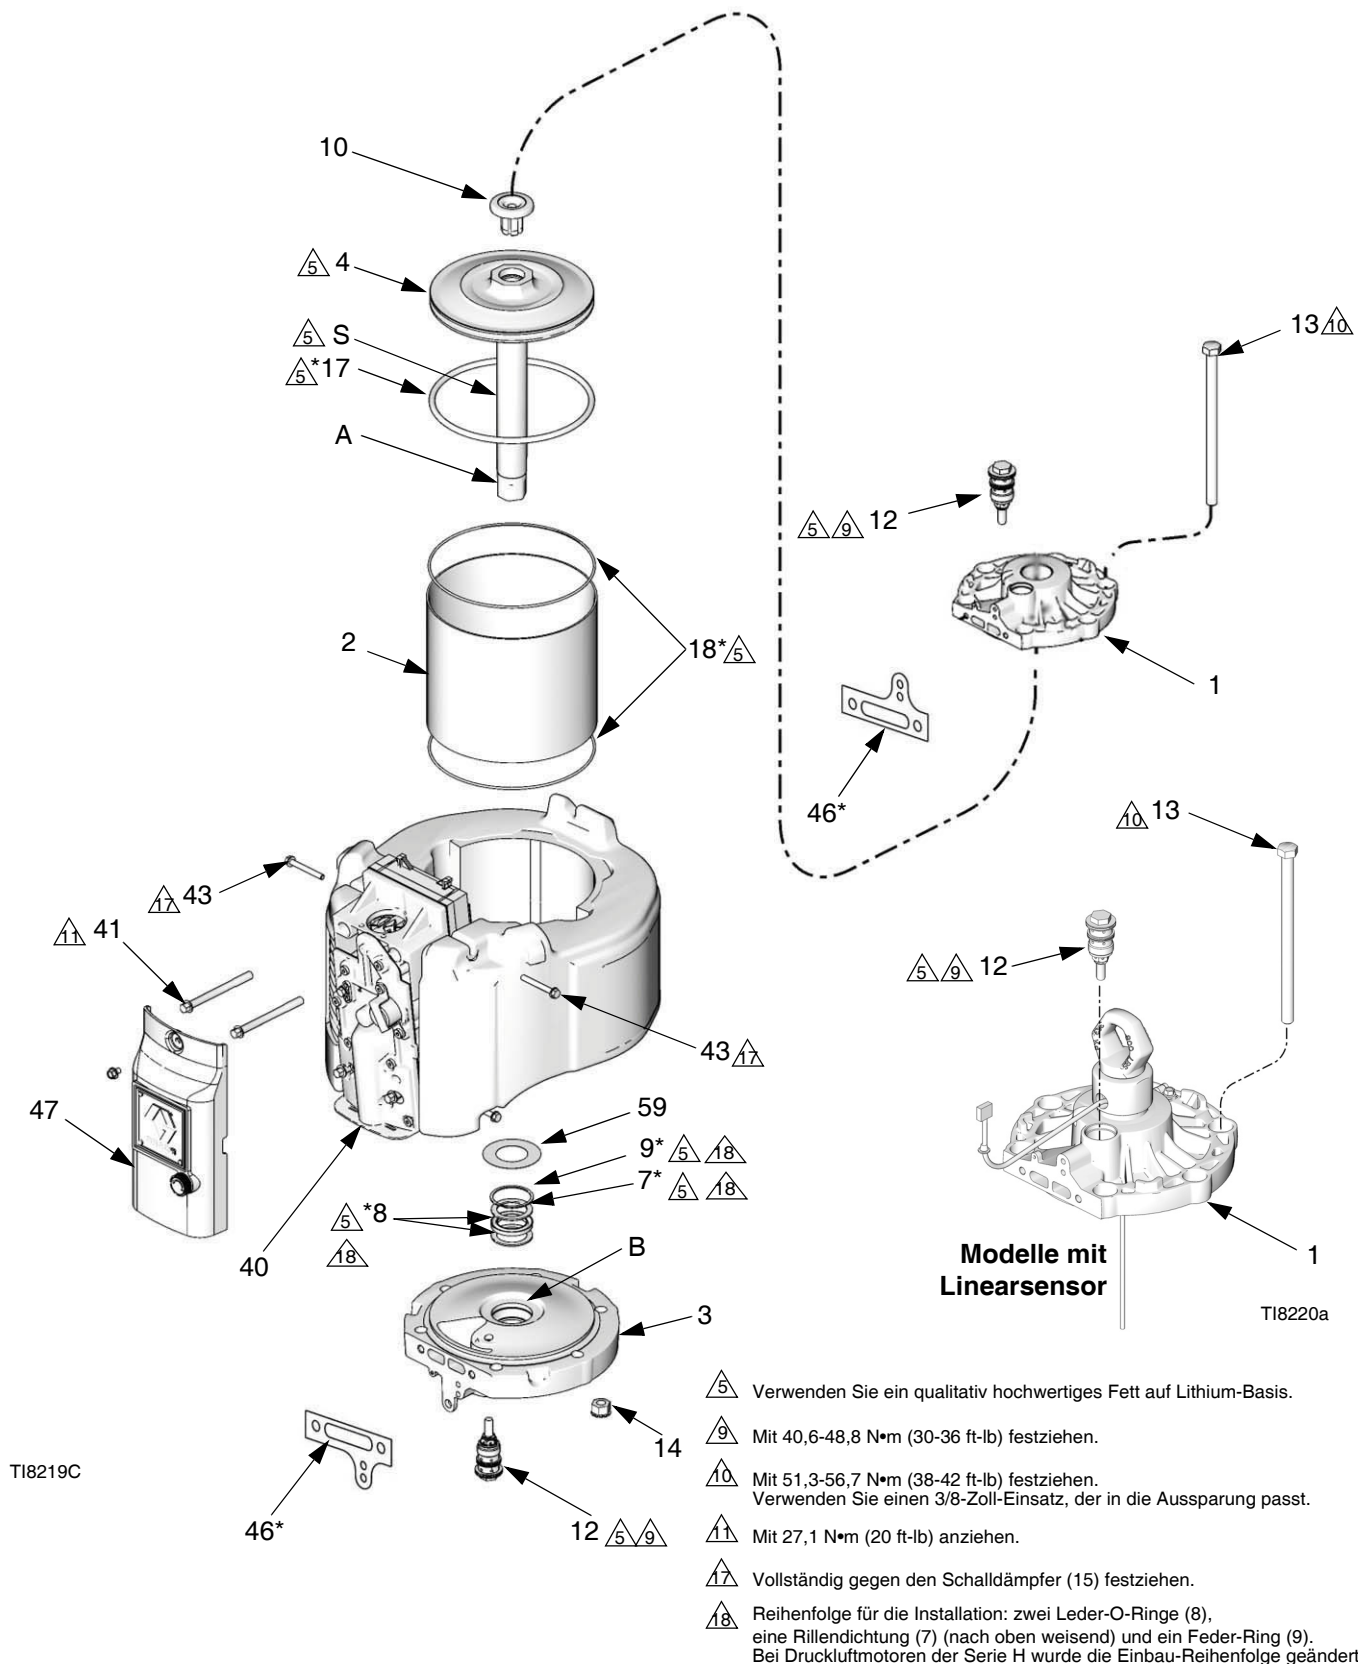

ABB. 12. Reparatur des Druckluftmotors
5. Entfernen Sie die äußere Abdeckung des Ventils (47). Siehe ABB. 12.
6. Die vier Schrauben (43) und den Schalldämpfer (15) entfernen.
7. Die beiden oberen Luftventil-Schrauben (41) entfernen. Die beiden unteren Schrauben (41) lösen, aber nicht entfernen. Wenn Sie das Druckluftventil (40) leicht neigen, ist das Auseinanderbauen einfacher.
8. Die Zugschrauben (13) entfernen. Schlagen Sie mit einem Gummihammer auf die Unterseite des Deckels (1), um diesen zu trennen. Den oberen Motordeckel abheben.
9. Trennen Sie den Druckluftmotor von der Unterpumpe (Informationen dazu finden Sie im separaten Handbuch für die Pumpe). Lassen Sie den Kolbenwellenadapter (A) an der Welle (S) befestigt.
10. Die Kolbengruppe (4) oben aus dem Zylinder (2) herauschieben.
11. Überprüfen Sie den O-Ring am Kolben (17). Untersuchen Sie den Kolben (4) und die Kolbenwelle (S) auf Kerbverschleiß und Beschädigungen. Der Ersatzkolben (4) besteht aus Kolben, Welle (S), Adapter (A) und Pufferring (10).
12. Den Zylinder (2) abnehmen. Untersuchen Sie die innere Oberfläche auf Kerbverschleiß oder andere Beschädigungen. Bei Beschädigung ersetzen.
13. Entfernen Sie den Pufferring (59), den Haltering (9), die Ersatzpackungen (8) und die V-Packung (7) von der unteren Abdeckung (3). Untersuchen Sie diese Teile auf Verschleiß oder Beschädigungen. Das Lager (B) untersuchen, ohne es auszutauschen (leichter Kerbverschleiß ist akzeptabel). Wenn das Lager beschädigt ist, ersetzen Sie die untere Abdeckung (3).
1. Siehe ABB. 12. Die beiden Ersatz-Packungen (8\*) und dann die V-Packung (7\*) mit den Lippen nach oben zeigend einlegen. Dann den Haltering (9\*) in die untere Abdeckung (3) einsetzen. Packungen schmieren. Setzen Sie den Pufferring (59) ein.